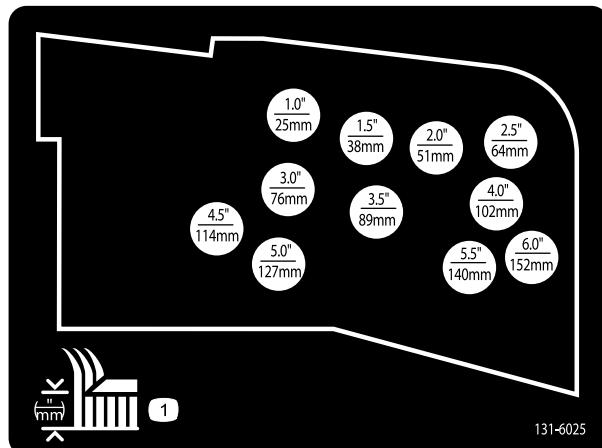

図 24
9. ヘアピンコッターとクレビスピンを使って、希望する刈高穴に、刈高チェーンを取り付ける図 24。